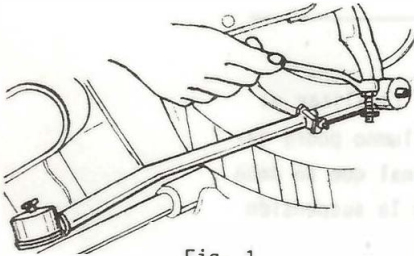

Fig. 1
PASO 8: Desconecte el extremo de la barra de dirección o terminal del muñón (bieleta) (fig. 1).